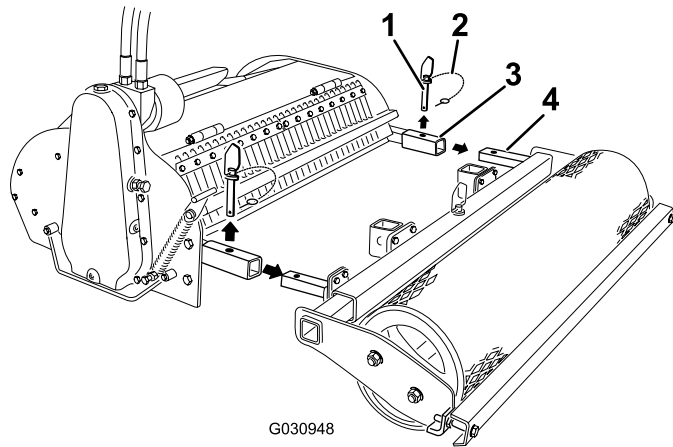

Figure 5
2. Enlevez les goupilles des bras du cultivateur (Figure 5).
3. Enlevez le rouleau du cultivateur (Figure 5).